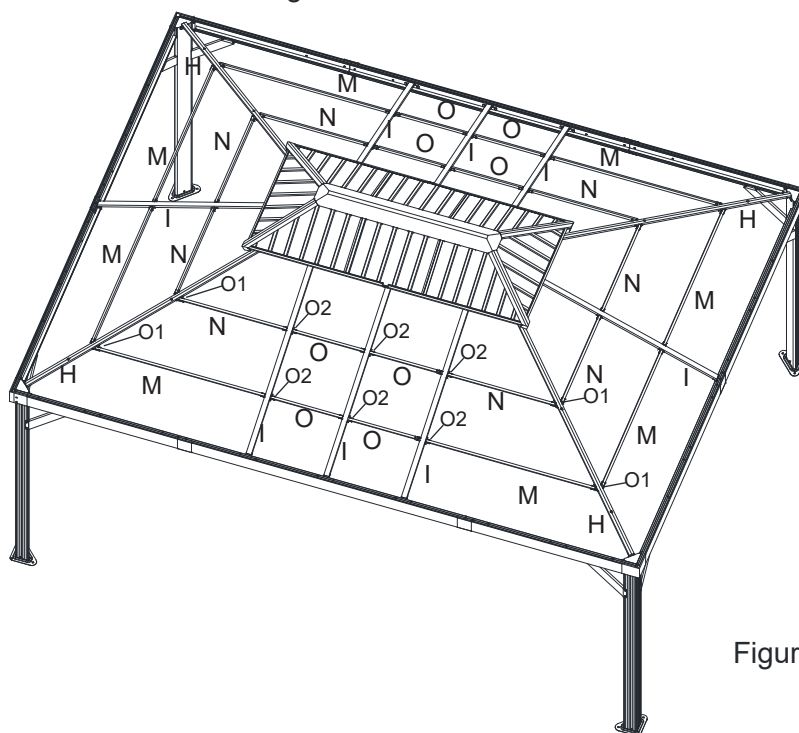

Figure 15-5
15.5. Répétez l'opération pour tous les côtés. Voir la figure 15.5.